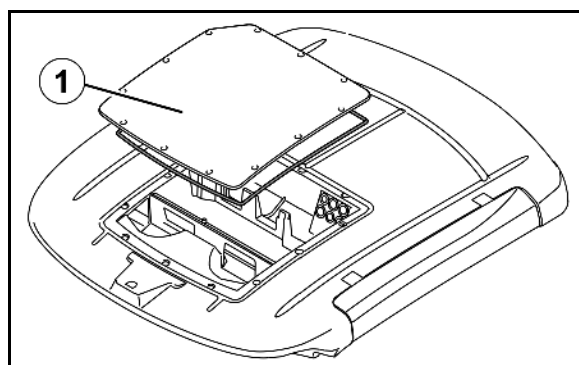

Fig. 170
1. Dévisser le capot (Fig. 170/1) du toit de la cabine.